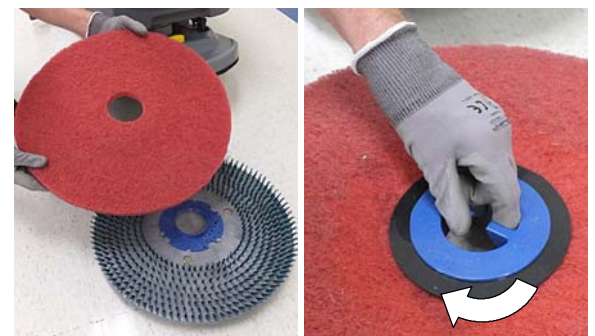

РИС. 15
2. Перед установкой привода прикрепите прокладку к приводу прокладок (Рисунок 15). Закрепите прокладку центрирующим замком.